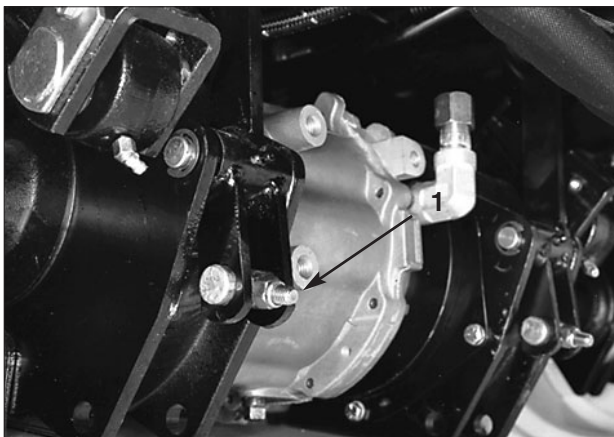

Bild 48
2. Zum Einstellen von Modellen mit Allradantrieb (Bild 48):